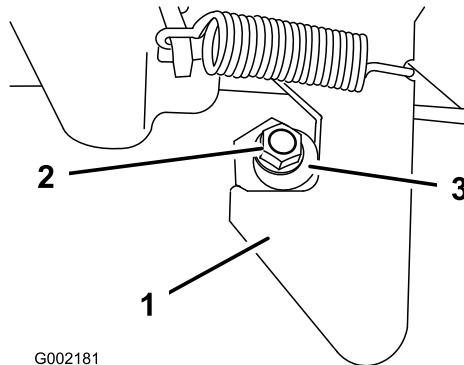

Figure 71
1. Desserrez le contre-écrou au bout de l'ergot de verrouillage (Figure 71).
2. Tournez l'ergot de verrouillage dans le sens horaire jusqu'à ce qu'il soit bien serré contre la partie en crochet du loquet (Figure 71).